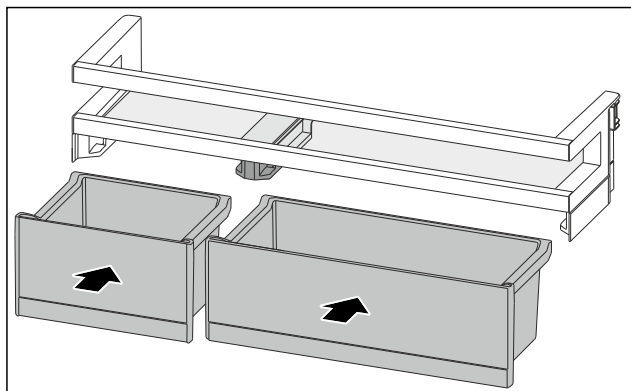

Fig. 83
- Installer les VarioBoxes dans l'agencement inverse. (voir Fig. 83)